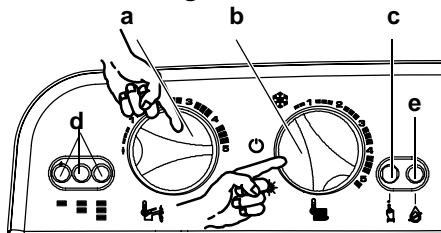

Fig. 7.3 Tablero de mandos
- 7 Colocar el conmutador de función **b** igual que en la **Fig. 7.3**
- 8 Colocar el mando para la regulación de la temperatura del agua sanitaria **a** en el máximo, **Fig. 7.3**